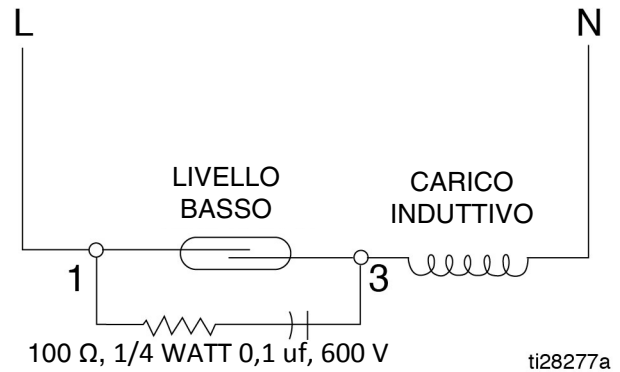

FIG. 5
**Tensione CA** - Si consiglia l'uso di una resistenza e di un condensatore (alta impedenza 60 Hz) collegato in parallelo all'interruttore, come mostrato in FIG. 5.